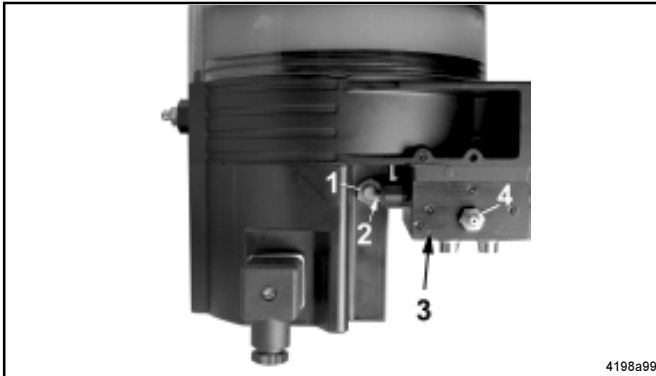

Abb. 16 - QLS 301 mit hinten montiertem SSV Verteiler
- SSV Verteiler hinten montiert (s. Abb. 16)
- Nachdem alle Schmierstellen Schmierstoff erhalten haben, ist ein kompletter Schmierzyklus beendet. Danach schaltet ein interner Näherungsschalter 1 Abb. 16(Initiator) den Motor ab.